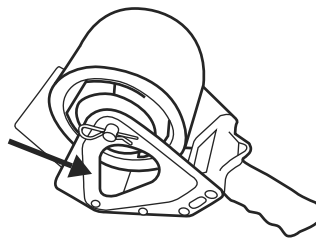

Figure 7
7. Réinsérez la goupille. (Voir Figure 7)